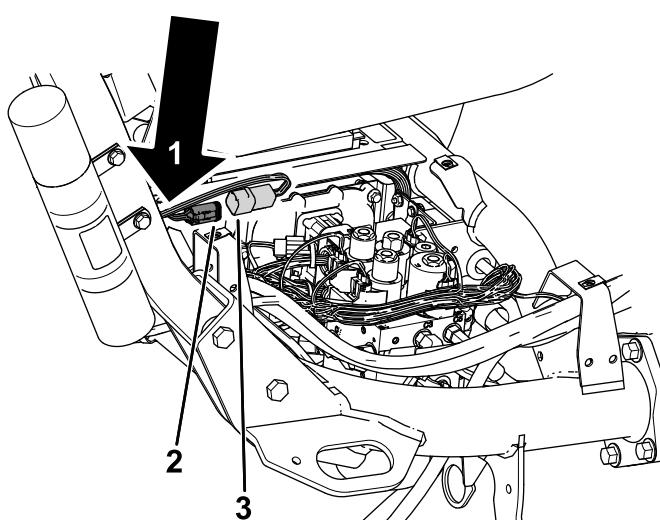

図 10
5. ワイヤーハーネスをロールバーの下に配線し、P01というラベルの付いたワイヤーハーネスコネクタをP49というラベルの付いたマシンワイヤーハーネスのコネクタに接続する図 10。
6. ケーブルタイを使ってテレマティクスハーネスをメインハーネスに固定する(図 10)。